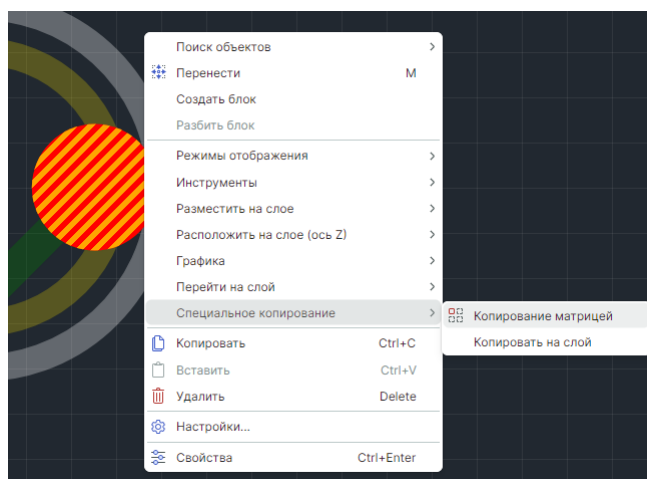

Рис. 274 Вызов инструмента «Копирование матрицей» из контекстного меню
2. Вызовите контекстное меню и выберите пункты «Специальное копирование» → «Копирование матрицей», см. Рис. 274.